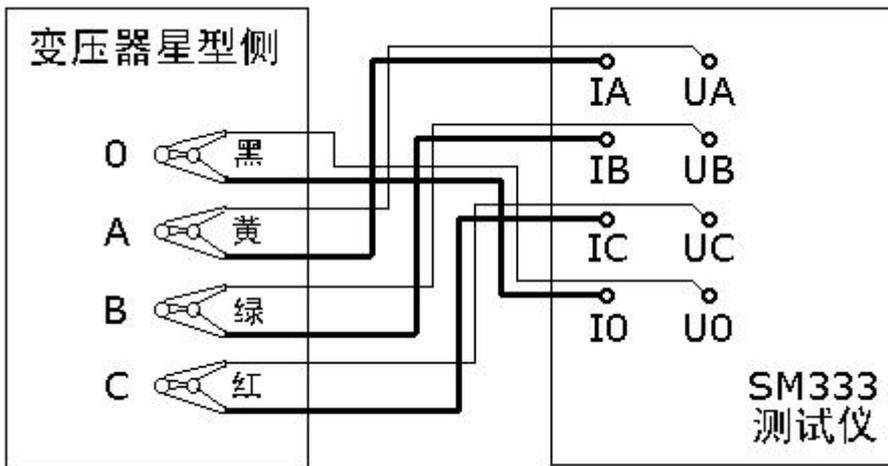

图 1 三相同步测量接线图
对于一般变压器，星型联接而且有中性点引出端的一侧可以使用三相测量功能，接线方法如图 1 所示，在状态（2）使光标移动到“三相测量”，按“确定”键即开始测量，测量结果按状态（3）格式显示。状态（3）显示 A、B、C 各相电阻值及各相所施加的电流。“E”表示不平衡率，右下角显示测量时间（单位秒）。在状态（3）按“确定”键可储存数据，按“取消”或“复位”键可退出测量状态。
(2) 三相连续
三相连续测量功能适用于有载调压变压器星型绕组的测量，接线方法如图 1 所示，测试前将有载调压开关调至绕组电阻值最大的分接点，在状态 (2) 使光标移动到“三相连续”，按“确定”键即开始测量，测量结果按状态 (4) 格式显示。右下脚显示当前分接点，当数据稳定后按“确定”键即可将数据储存，并使分接值加 1，此时可调节有载调压开关至下一分接点，等数据稳定后按“确定”键储存数据，再调节有载调压开关至下一分接点，直到所有分接点测量完毕。测试数据可以直接抄录也可以等测试完毕后查看内存。按“取消”或“复位”键可退出测量状态。
(3) 两相测量